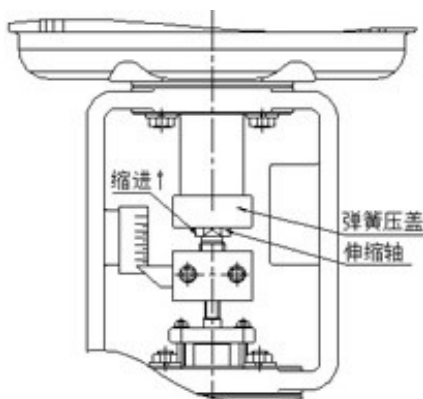
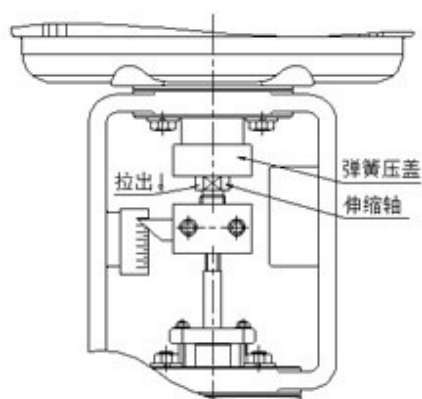

图 4-4-1
图 4-4-2
a) 下限位开关的定位: 用手动摇柄将阀位调整到全关位置, 继续摇动手柄, 执行器的伸缩轴会被压入弹簧压盖, 如图 4-4-1。当压入 2-3mm 时, 将下限位开关置于被触发状态并固定凸轮。(下限位开关被触发后, 应确保伸缩轴仍然有一定的压缩余量, 否则限位开关将失去保护作用。)
b) 上限位开关的定位: 用手动摇柄将阀位调整到全开位置, 将上限位开关置于被触发状态并固定凸轮。若是三通调节阀, 行程两端都应密封, 开阀端也要求弹簧压缩。继续摇动手柄, 伸缩轴被拉出弹簧压盖, 如图 4-4-2。当拉出 2-3mm 时, 将上限位开关置于被触发状态并固定凸轮。(上限位开关被触发后, 同样应确保伸缩轴仍然有一定的伸出余量。)
c) 调节阀的零点与行程设定: 根据后面菜单说明的相关章节, 并参考图 4-4-1 和图 4-4-2, 调整调节阀的零位和行程。
注：设定零位和行程时，应在已经设定好的限位开关限制的范围内进行，伸缩轴压缩与拉伸请参考图 4-4-1 和图 4-4-2 所示。